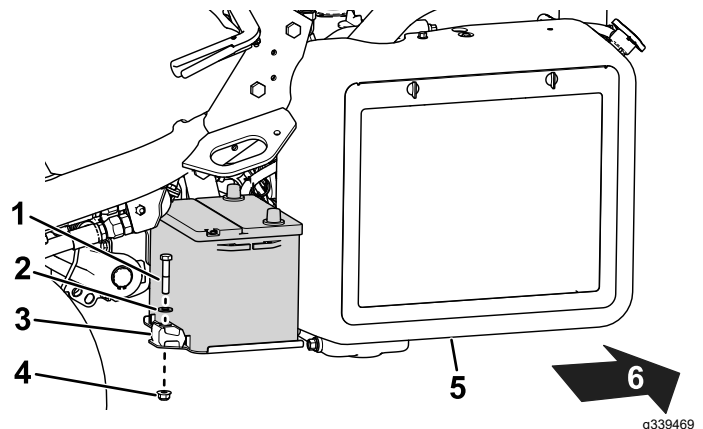

Figura 42
2. Îndepărtați elementele care fixează bateria în compartimentul său (Figura 42) și scoateți bateria.
5. Aezăți bateria în compartimentul acesteia și fixați-o cu elementele de fixare îndepărtate anterior (Figura 42).